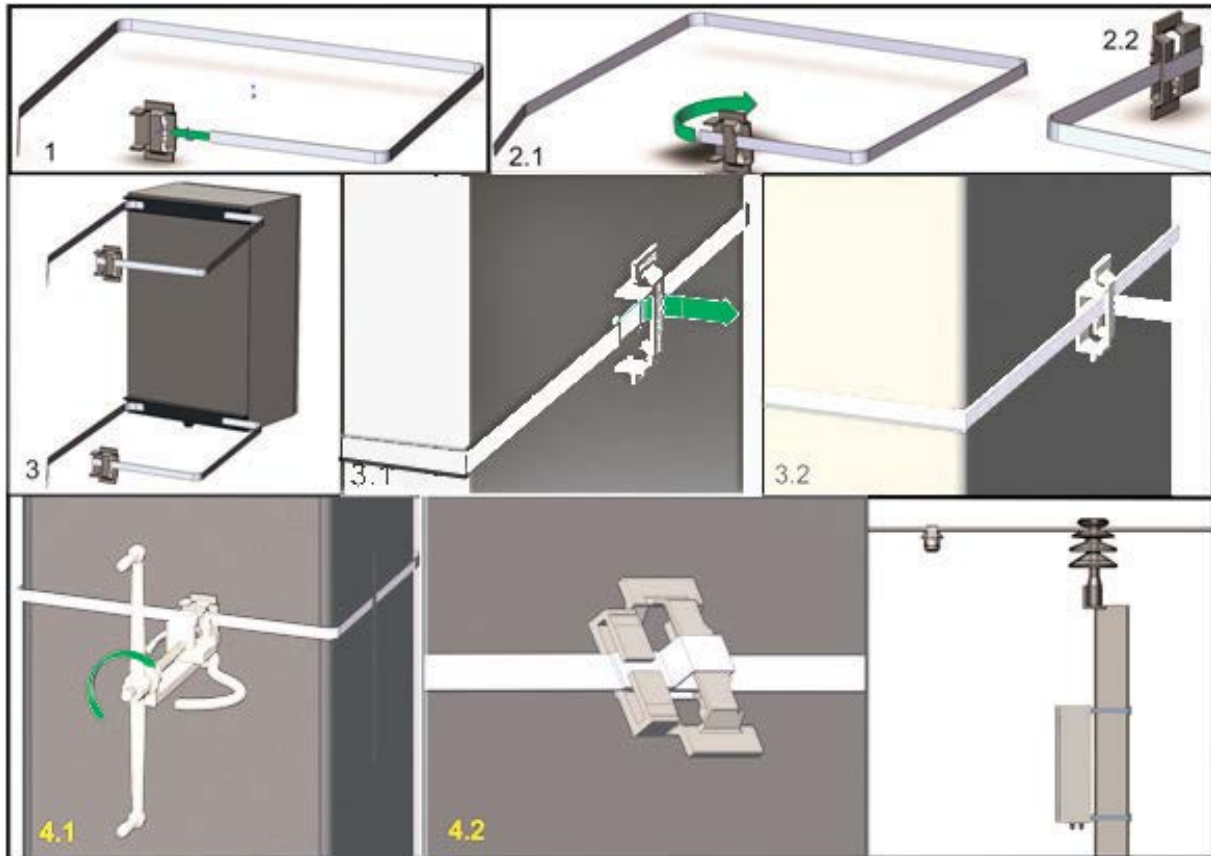

Рисунок 13 – Порядок установки блока БСПИ-3ТН на опору
2.5.3 Порядок установки блока БСПИ-3ТН на опору приведен на рисунке ниже (см. Рисунок 13).